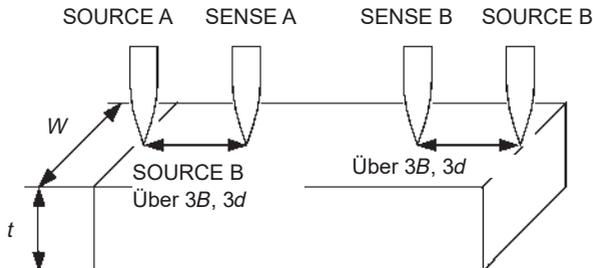

Abb. 9 Positionen der Messfühler auf einem breiteren/dickeren Messobjekt
Zur Vermeidung der Auswirkungen dieses Phänomens wird die Erkennung von Spannung im Inneren von Strom anwendenden Punkten empfohlen. Im Allgemeinen kann, wenn der Spannungserkennungspunkt weiter im Inneren des Stromanwendungspunktes als die Breite (B) und Dicke (d) des Messobjektes ist, als einheitlich angesehen werden. Wie in Abb. 9 dargestellt sollten die SENSE-Anschlüsse innen mit einem Abstand von mindestens $3B$ oder $3D$ mm von den SOURCE-Anschlüssen liegen.